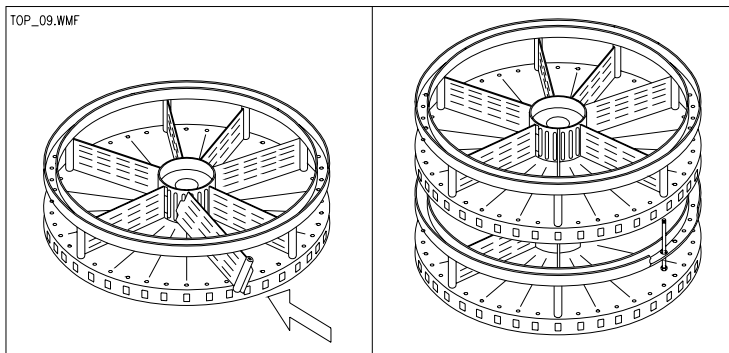

FIG. 9
- 3) Agregado de tabiques: insertar los tabiques en el núcleo central del disco FIG. 9.
- 4) Hacer girar el disco que está debajo del aquél cuyo número de tabiques se quiere modificar, hasta que el orificio grande del anillo superior se encuentre debajo del tabique que se quiere agregar FIG. 9.
- 6) Para el último disco de abajo, utilizar como orificio, el del fondo de la caja portante ref. A FIG. 9, después de haberse colocado en correspondencia con el mismo.